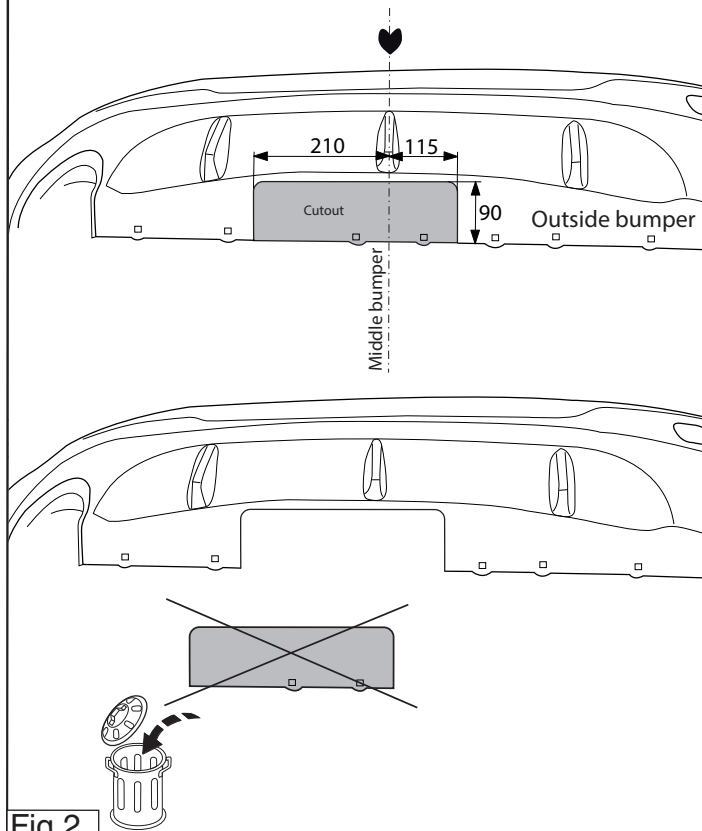

Fig.2
5. Выпилить обозначенные части, как указано на рис. 2.